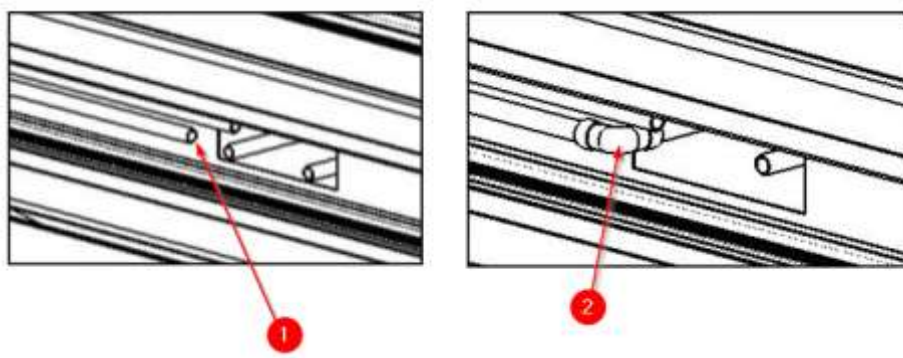

Fig.10 Tăierea tuburilor și montarea accesoriilor din cupru
Odată identificate tubul instalației și cel al echipamentului și după ce s-a verificat că acestea corespund aceluiași circuit, ambele pot fi tăiate la dimensiunea adecvată (1) și se poate adăuga accesoriul din cupru adecvat pentru realizarea îmbinării (2). Se poate efectua sudarea (vezi Fig. 10).